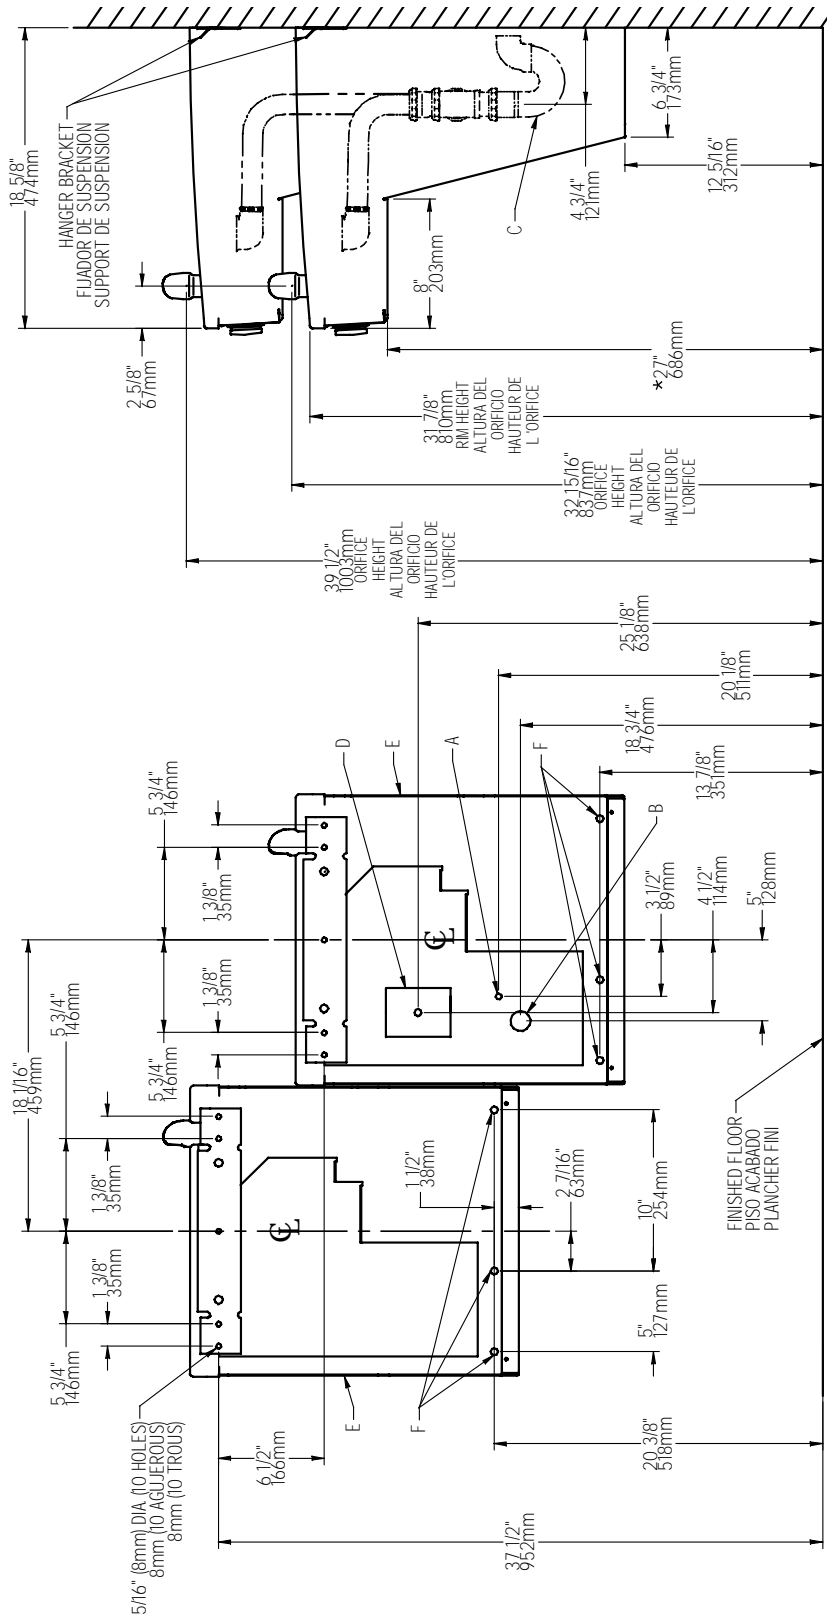

FIG. 2
- 1) Remove hanger bracket fastened to back of cooler by removing one (1) screw.
- 2) Mount the hanger bracket and trap as shown in Figure 2.
- 4) Hang the cooler on the hanger bracket. Be certain the hanger bracket is engaged properly in the slots on the cooler back as shown in Figure 2.
- 5) Loosen the two (2) screws holding the lower front panel at the bottom of cooler base and two (2) screws at the top (**Use torx bits sold separately**). Remove the front panel and set aside.
- 7) Remove the slip nut and gasket from the trap and install them on the cooler waste line making sure that the end of the waste line fits into the trap. Assemble the slip nut and gasket to the trap and tighten securely. Recommend fastening cooler to wall using 7/16 bolt holes. (See Fig. 2, "F")
- 1) Quite el fijador de suspensión sujetados a la parte posterior del enfriador quitando un (1) tornillo.
- 2) Monte el fijador de suspensión y quite el purgador como se muestra en la Fig. 2.
- 1) Retirez le support de suspension à l'arrière du refroidisseur en enlevant une (1) vis.
- 2) Installez le support et le siphon tel qu'indiqué à la fig. 2.
- 4) Installez le refroidisseur sur le support en vous assurant que ceux-ci sont bien installés dans les fentes à l'arrière du refroidisseur tel qu'indiqué à la figure 2.
- 5) Dégagez les deux (2) vis retenant le panneau inférieur avant au bas de la base du refroidisseur ainsi que deux (2) vis sur le dessus (**Employez le peu Torx vendu séparément**). Retirez le panneau avant et mettez-le de côté.